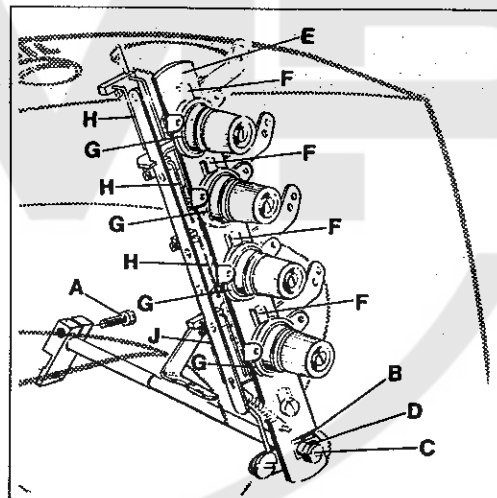

Fig. 49
- 5.1 Loosen screw (A, Fig. 49) in the tension release lever on the back of the machine and set lever (B) of tension release lever shaft horizontal. Retighten screw (A).
- 5.2 Loosen screw (C, Fig. 49) and set the tension disc separator (E) by turning eccentric (D) so that the separators (F) are as close as possible to the tension discs (G) without touching them. Retighten screw (C). The tension discs must open as soon as the cutting process starts. The tension disc separator should move freely between the tension discs without binding.
- 5.1 Lösen Sie die Schraube (A, Fig. 49) im Spannungsauslösehebel auf der Rückseite der Maschine und stellen Hebel (B) der Auslösestange für Fadenspannung horizontal. Ziehen Sie die Schraube (A) wieder an.
- 5.2 Lösen Sie die Schraube (C, Fig. 49) und den Spannungsscheibentrenner (E) durch Drehen (D) so, daß die Öffner (F) so dicht wie möglich an den Fadenspannungsscheiben (G) stehen, ohne sie zu berühren. Ziehen Sie die Schraube (C) wieder an. Die Spannungsscheiben müssen bei Beginn des Schneidens sofort aufklappen. Der Spannungsscheibentrenner muß zwischen den Fadenspannungsscheiben (G) frei beweglich sein.
5.3 The thread pull-off hooks (H, Fig. 49) for the needle threads control the length of the needle thread tails on garment after trimming. The higher the hooks are set, the shorter the needle thread tails will be.
Set the thread pull-off hook (J, Fig. 49) for the looper thread so that the thread is clamped securely when trimmed.
5.3 Die Fadenabzugshaken (H, Fig. 49) für die Nadelfäden regeln die Länge der Nadelfadenenden am Nähgut nach dem Abschneiden. Je höher die Haken gestellt werden umso kürzer werden die Nadelfadenenden.
Stellen Sie den Fadenabzugshaken (J, Fig. 49) für den Greiferfaden so, daß der Faden beim Abschneiden sicher festgeklammert wird.